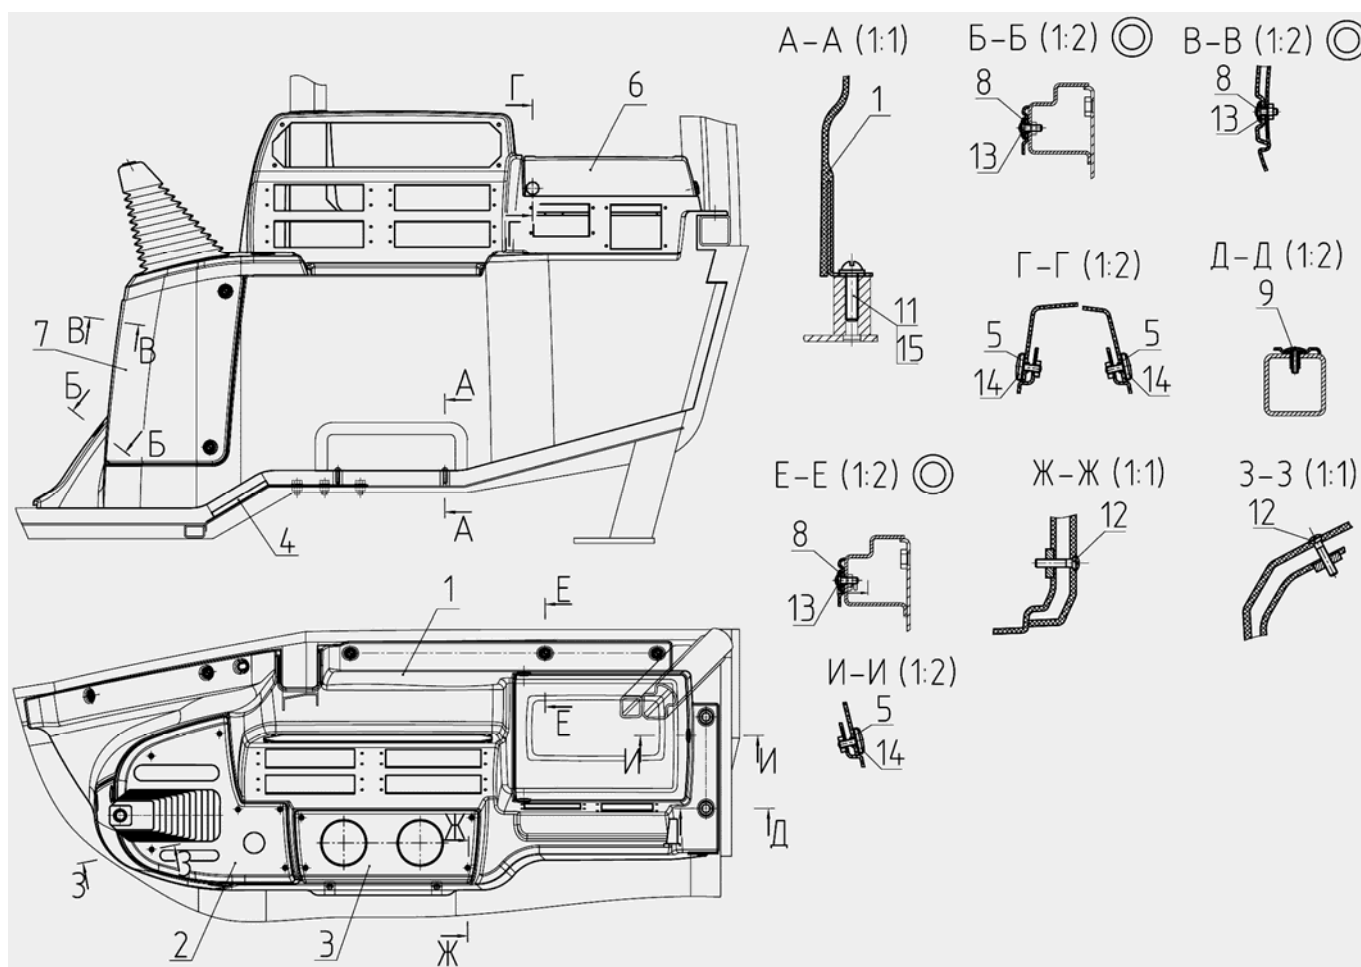

Рис.7.12
- 1) открутите винты (12), (рисунок 7.12), и снимите крышки (2) и (3);
- 2) открутите винты (8), (рисунок 7.12), и снять крышку (7);
- 3) открутите винты (14), (рисунок 7.12), и снимите крышку (6);
- 4) открутите винты (11) и (13), (рисунок 7.12), снимите кнопки (9) и демонтируйте пульт.